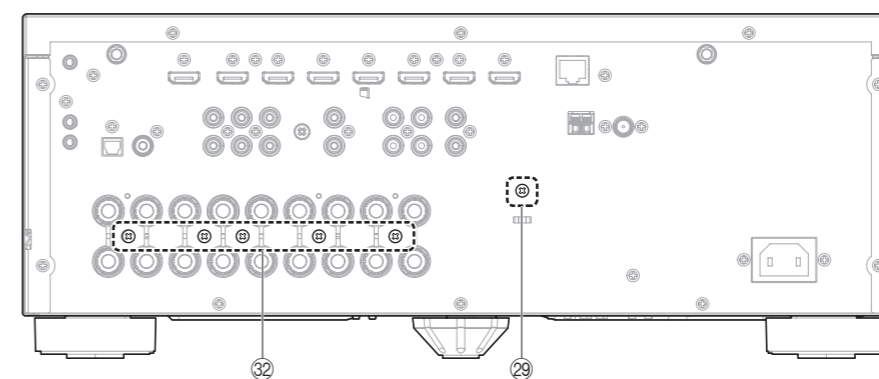

Fig. 14
- Remove 5 screws (32). (Fig. 14)
- 32 のネジ 5 本を外します。(Fig. 14)
When checking the DIGITAL P.C.B. (Fig. 14)
When checking the AMP unit from the bottom (Fig. 14)